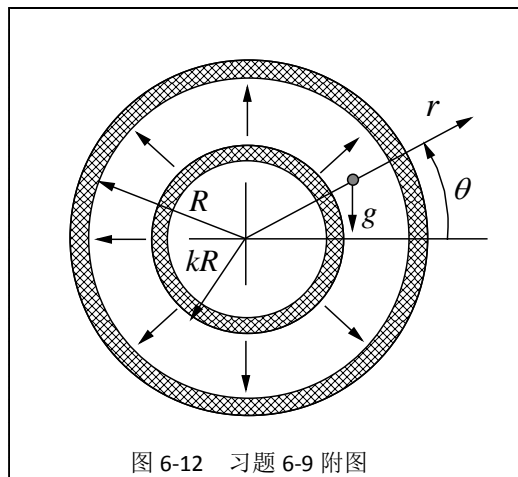

图 6-12 习题 6-9 附图
**6-9** 如图 6-12 所示, 不可压缩流体在两同心多孔陶瓷膜管之间作径向流动, 即小管中的流体通过多孔壁径向扩散进入环隙, 再沿径向流动至外管多孔壁向外扩散。陶瓷膜管水平放置, 轴向单位长度对应的体积流量为  $q_v$ 。设流动是稳态层流流动且流动对称, 忽略端部效应, 将问题视为  $r-\theta$  平面问题 (与  $z$  无关)。试针对环隙内的径向流动: